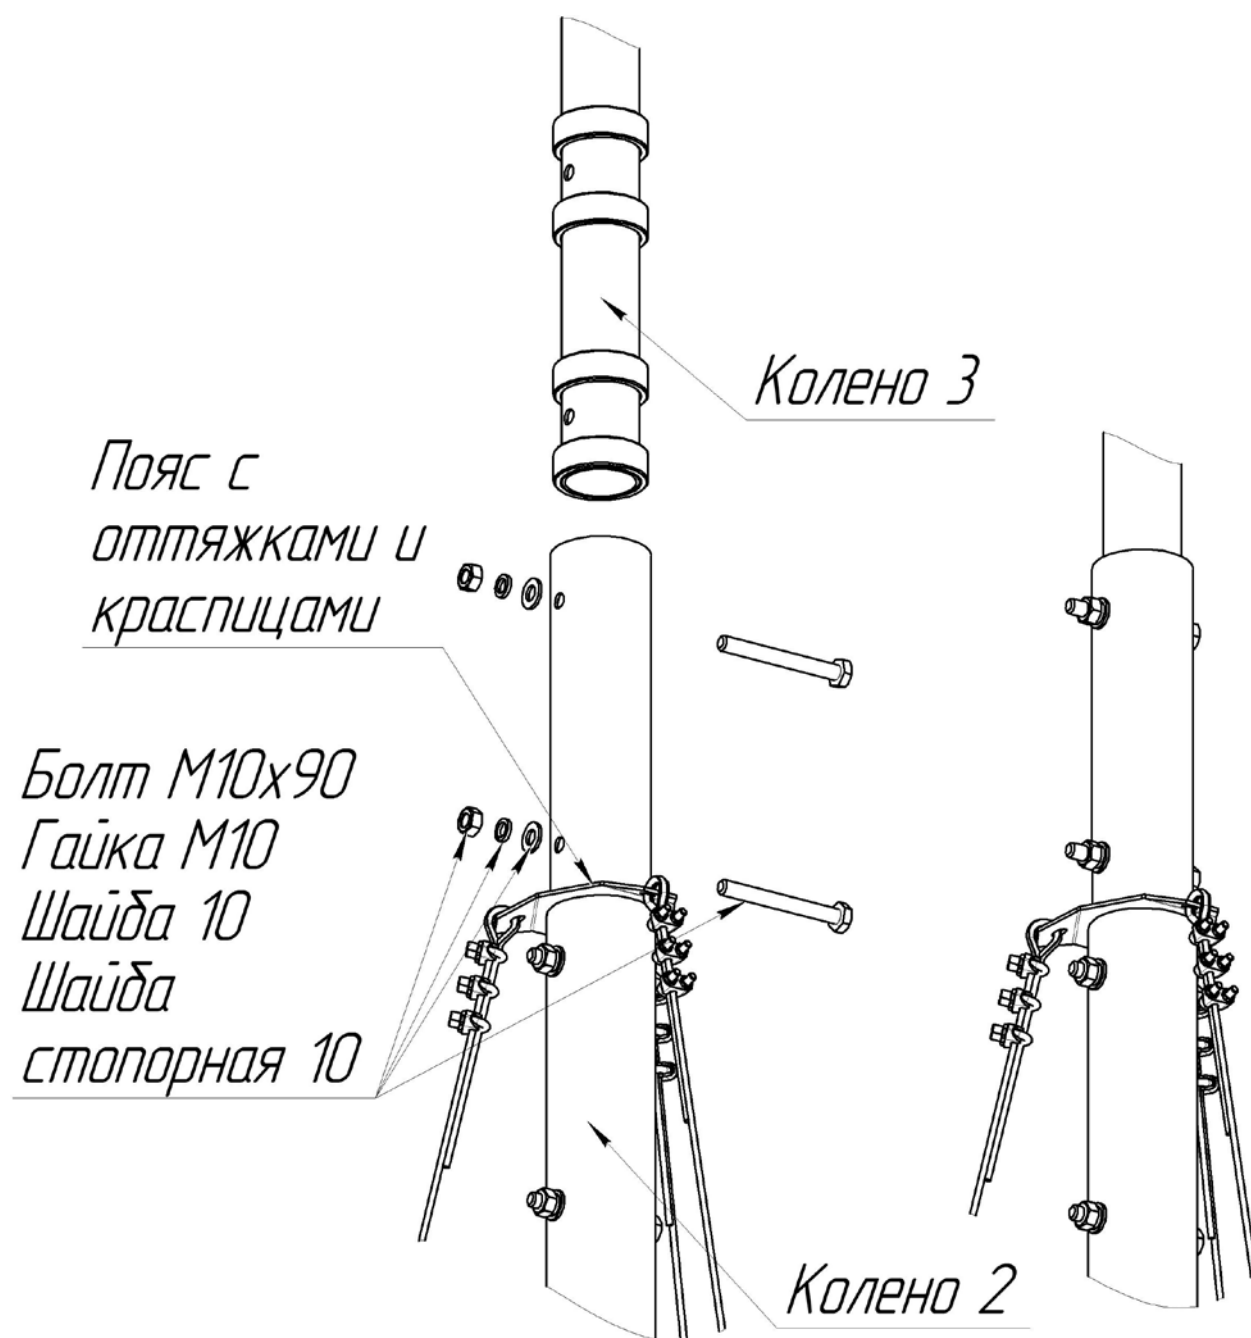

Рисунок 8 – Сборка колена 3 и колена 2
6.1.11 Надеть пояс с оттяжками и краспицами на соединительную втулку колена 2 (рисунок 8).
6.1.12 Установить колено 3 на соединительную втулку колена 2. Колено 3 закрепить болтами М10х90, шайбами и гайками М10 (рисунок 8).